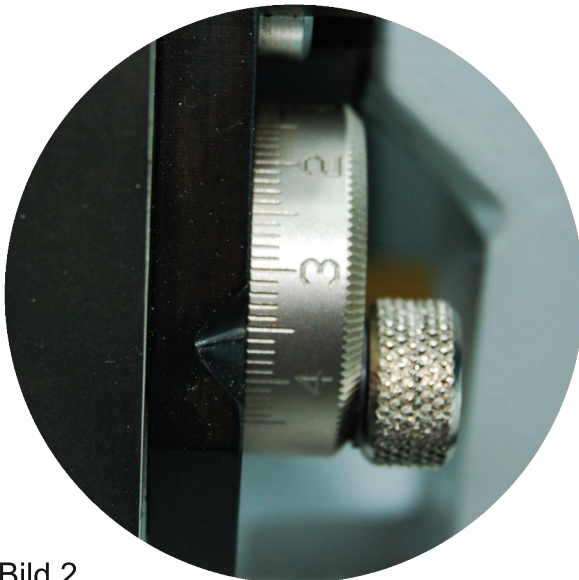

Bild 2
Um den passenden Freiwinkel einstellen zu können, entfernen Sie die stufenlose Freiwinklereinstellung aus der Bohrung (1, Bild 2) und schrauben diese wieder in Bohrung (2).